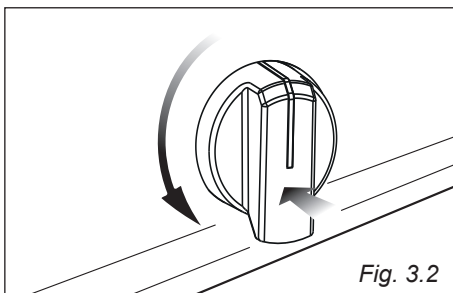

Fig. 3.2
1. Ruotare la manopola del rubinetto gas in senso antiorario (fig. 3.2), fino alla portata massima, premerla e mantenere la pressione, si otterrà l'attivazione dell'accensione.